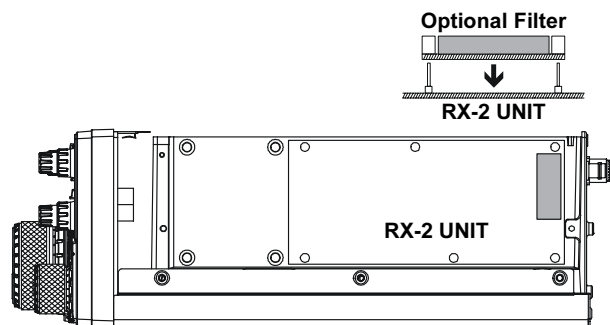

FIGURE 2
4. En se référant à la figure 2 trouvez l'emplacement du montage du filtre optionnel. Positionner le filtre de façon à aligner ses connecteurs avec les broches de montage sur la platine, et poussez le pour le mettre en place.